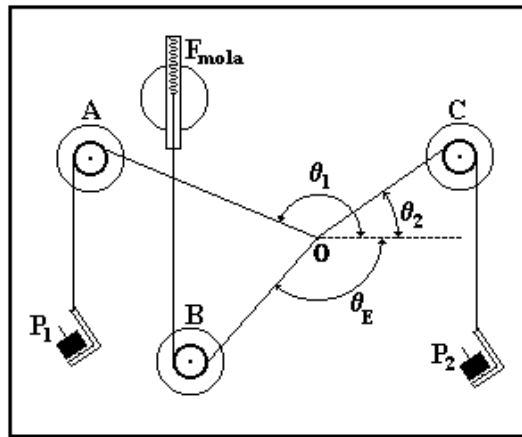

Figura 1 – Esquema da montagem Experimental
- 5.5 Faça o diagrama de forças atuando nas roldanas, no dinamômetro e no ponto O, da Figura 1.